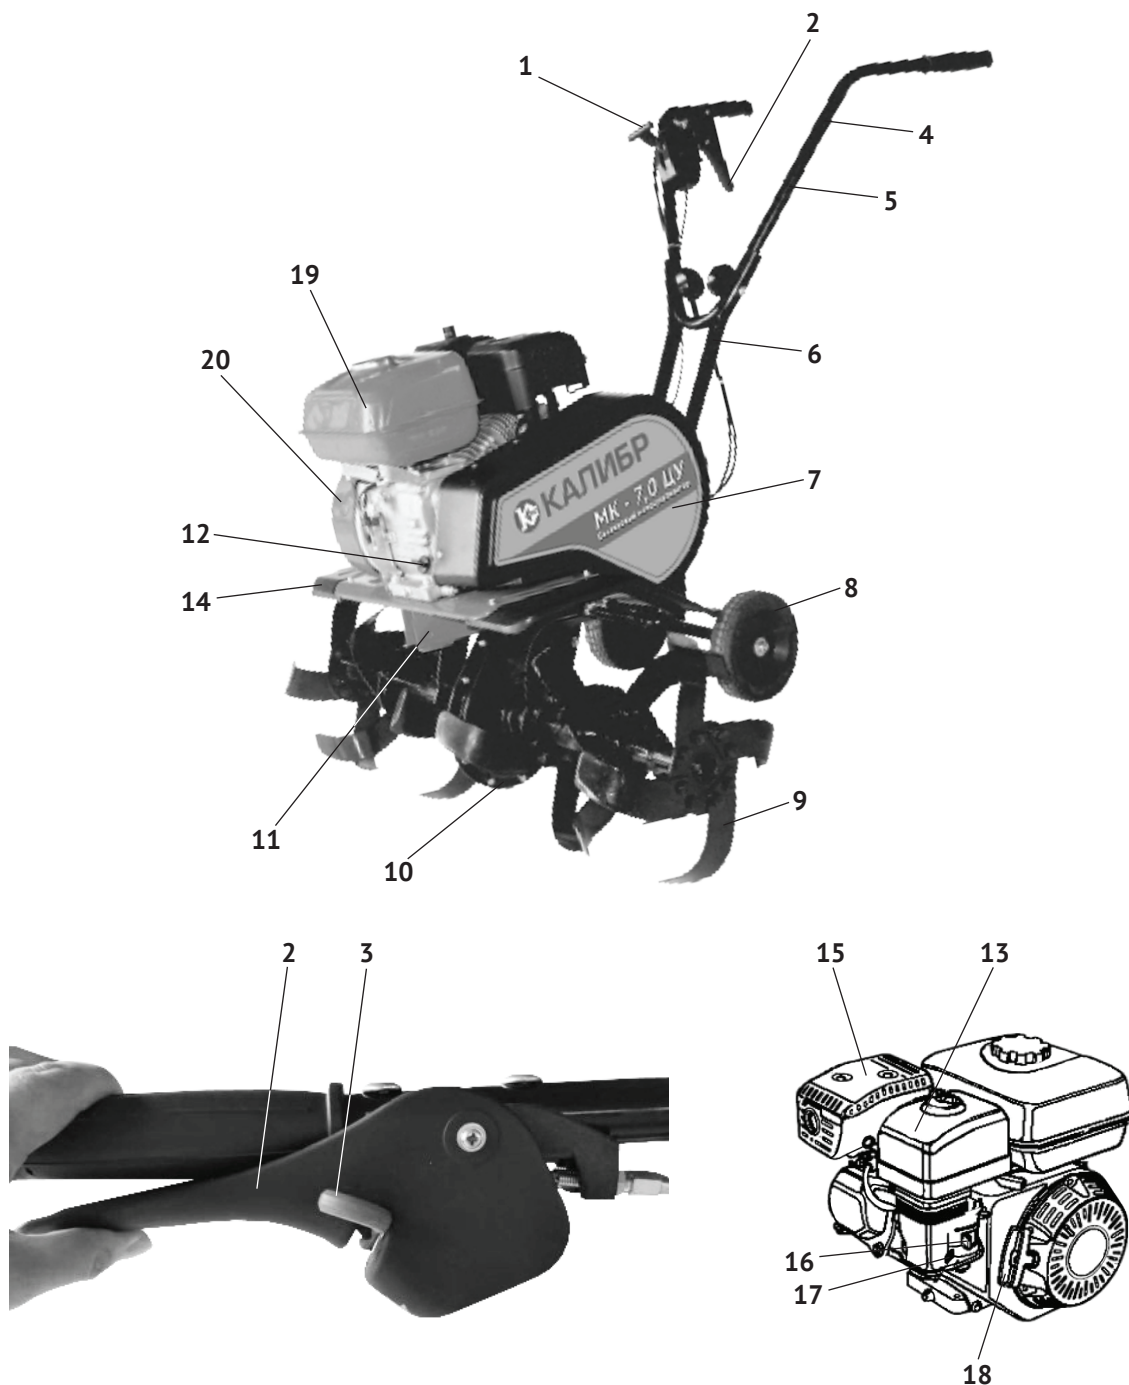

рис. 1
Двигатель работает на неэтилированном бензине АИ- 92. Он оснащён мембранным карбюратором и электронной системой зажигания. Для запуска двигателя служит ручной стартёр. Органы управления культиватором (рычаг сцепления, переключатель направления движения «вперёд»/ «назад» и рычаг управления дроссельной заслонкой) расположены на рукоятке управления (рис.1 поз.4). На двигателе находятся: топливный кран (положения «ON» и «OFF»), воздушная заслонка (положения «открыто» и «закрыто») и выключатель зажигания (положения «ON» и «OFF»).
Двигатель культиватора и передаточный механизм закреплены на сновании (рис.1 поз.11). Коленчатый вал двигателя, расположенный горизонтально, передаёт крутящий момент, ремёнными передачами, на большой двухручьеый шкив, закреплённый на ведущем валу с приводной звёздочкой цепи. Передача вращения с ведущего вала на приводной вал фрез осуществляется цепной передачей. При нажатии на рычаг сцепления (управления приводом фрез рис.1 поз.2), ролик прижимного механизма натягивает один из ремней и большой шкив с ведущим валом приводной звёздочки цепи начинает вращаться. Ведомая звёздочка с валом редуктора передаёт вращение на фрезы культиватора. При движении «вперёд» (переключатель рис.1 поз.3 сдвинут вправо) фрезы культиватора производят обработку грунта. Движение «назад» (переключатель рис.1 поз.3 сдвинут влево) применяется для отвода культиватора после обработки, при невозможности его разворота (мешают кусты, опоры, деревья).
2.5 Общий вид культиватора представлен на рис.1
Выкрутите пробку-щуп (рис.1 поз.12) из маслозаливной горловины и залейте в картер масло необходимой марки до нижнего края горловины. Вставьте сухой чистый щуп в горловину картера и выньте его. Проверьте уровень масла: граница смоченной области щупа должна располагаться между отметками минимального и максимального уровней.
Откройте крышку топливного бака (рис.1 поз.19). Заливайте бензин в топливный бак не более чем на 1 см ниже уровня основания заливной горловины. Перед запуском двигателя тщательно протрите крышку бензобака, удалив возможные при заправке брызги топлива.
Перед запуском убедитесь, что рычаг привода фрез (рис.1 поз.2) не нажат.
- перевести выключатель зажигания (рис.1 поз.20) в положение «ON» – включено;
После прогрева двигателя в течение 10-40 секунд (в зависимости от начальной температуры), переведите рычаг воздушной заслонки в крайнее правое положение - «открыто», а рычаг управления дроссельной заслонкой (рис.1 поз.1) в положение «минимально».
- отпустить рычаг привода фрез (рис.1 поз.2) для их остановки;
- перевести рычаг регулировки дроссельной заслонкой (рис.1 поз.1) в положение «минимально»;
- выключатель зажигания (рис.1 поз.20) поставить в положение «OFF» – выключено;
- рычаг переключателя направления вращения (рис.1 поз.3) перевести в одно из 2-х фиксированных положений: движение «вперёд» или «назад» (указано стрелками под рычагом);
- после перемещения культиватора на место обработки, нажатием рычага сцепления (рис.1 поз.2), фрезы начинают вращение.